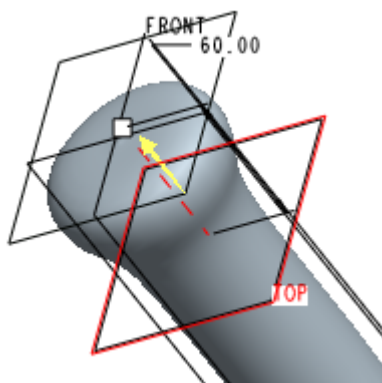

图 48-12
- (1) 单击基准特征工具栏中的 ，打开【基准平面】对话框。
- (2) 选择 TOP 基准平面，以“偏移”方式平移 60，建立一基准平面 DTM1，如图 48-12 所示。